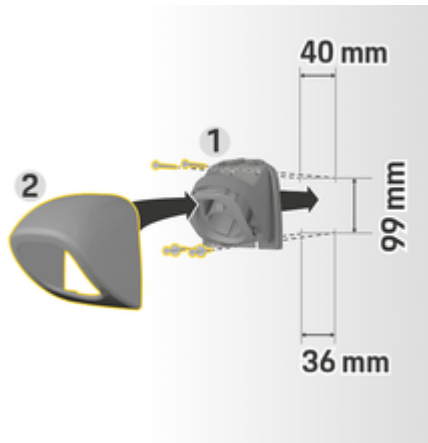

Fig. 10: Dimensões de perfuração
1. Remover o fecho do conector **1** (Fig. 10) da capa **2** (Fig. 10).
4. Aparafuse o fixador do conector **1** (Fig. 10) à parede.
5. Coloque a cobertura **2** (Fig. 10) no fixador do conector **1** (Fig. 10) a partir de baixo e empurre para cima.